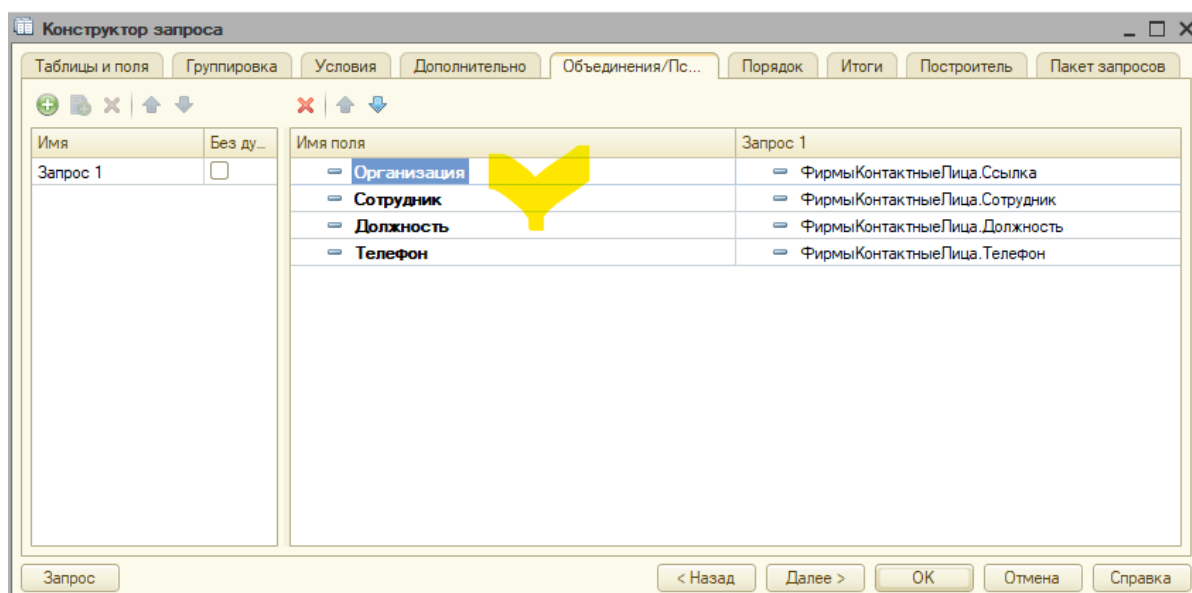

Рис. 5.46. Условия запроса
- вкладка **Объединения/Псевдонимы** позволяет изменить имя поля «Организация» (рис. 5.46);